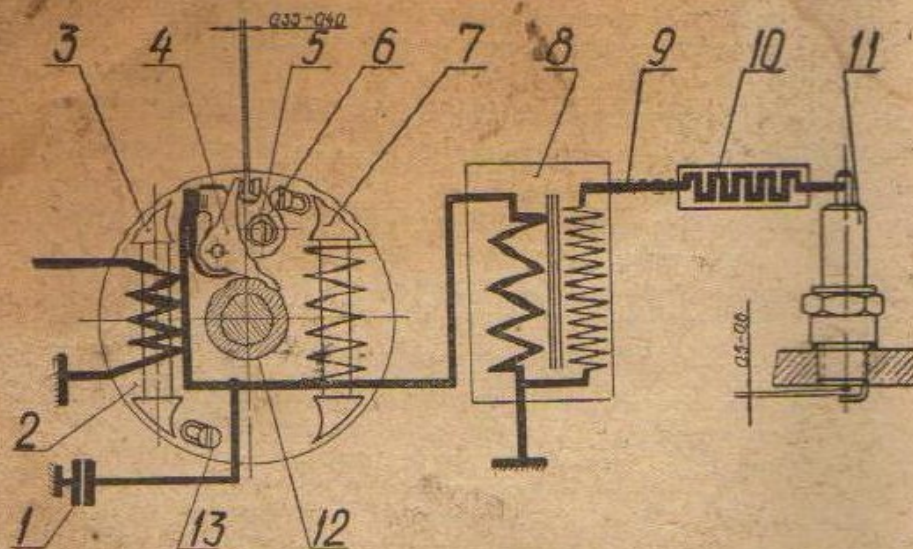

Рис. 6. — Схема зажигания
Электрооборудование двигателя состоит из маховичного генератора, высоковольтного трансформатора, провода высокого напряжения с сопротивлением и свечи (рис. 6).
2. Ослабить два винта 13 (рис. 6), крепящих статор генератора 2 и вернуть статор на необходимый угол до начала размыкания контактов (см. п. 5 «проверки»);